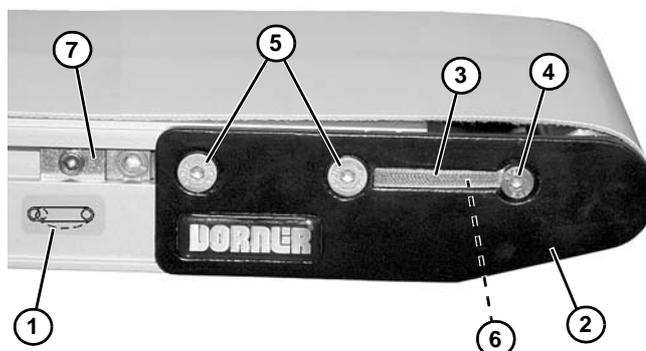

Figure 54
1. Sur l'extrémité où se trouve le tendeur de bande, identifiée par , (Figure 54, élément 1) régler l'ensemble de plaque de tête (Figure 54, élément 2) :
- a. Si le convoyeur est équipé d'un couvercle antipoussière (Figure 54, élément 3), retirer la vis (Figure 54, élément 4) et le couvercle sur les deux côtés du convoyeur. Replacer la vis (Figure 54, élément 4).
- b. Sur les deux côtés du convoyeur, desserrer les vis de fixation (Figure 54, élément 5) et tourner l'engrenage à pignons (Figure 54, élément 6) pour régler l'ensemble de plaque de tête.
- Après réglage d'une tension correcte, serrer au couple de 7 N.m les vis de fixation (**Figure 54, élément 5**) sur les deux côtés du convoyeur.
- Si le convoyeur en est équipé, installer les couvercles antipoussières (**Figure 54, élément 3**).
- Si le convoyeur est équipé de rives de guidage (**Figure 54, élément 7**), positionner la bande et régler sa course. Voir « Guidage de la bande du convoyeur » en page 26.